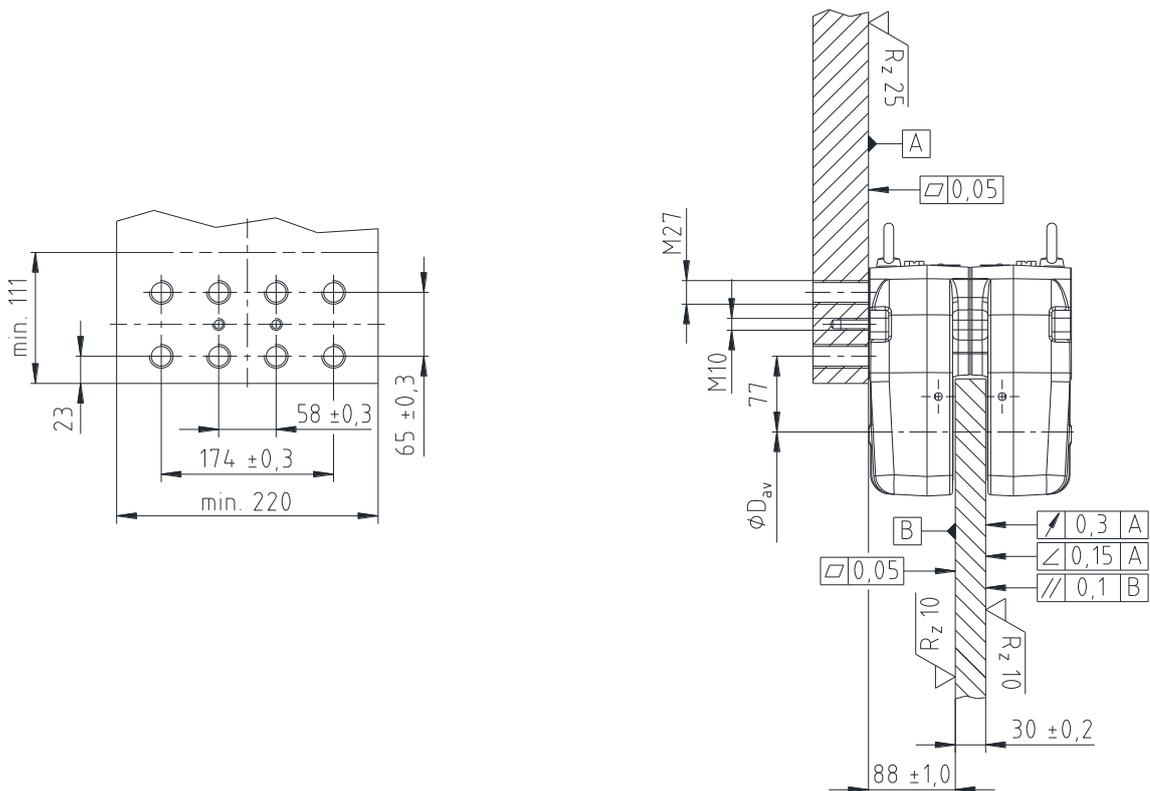

Bild 5: Anschlussabmessungen
- Bitte prüfen Sie, dass die Anschlussfläche parallel zur Bremse ist und die Toleranzen gemäß Bild 5 eingehalten werden.